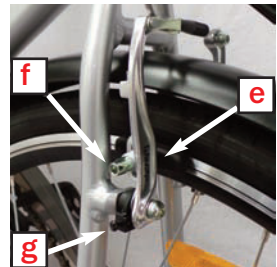

Abb. 13
Die Einstellung der V-Brakes ist an Vorder- und Hinterrad gleich. Zuerst müssen die Bremschuhe **e** parallel zur Felge ausgerichtet werden (siehe Abb. 13):
1. Zum Einstellen des Abstands an der Schraube **g** drehen (siehe Abb. 13).